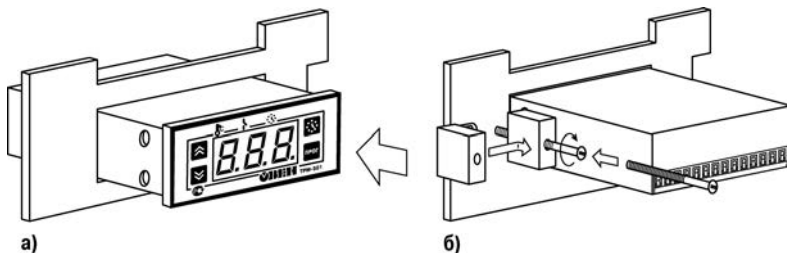

Рисунок 6.1 – Монтаж прибора
6.1.3 Смонтировать ТРМ501 на щите управления, используя для его крепления фиксаторы, входящие в комплект поставки прибора (см. рисунок 6.1, а, б).